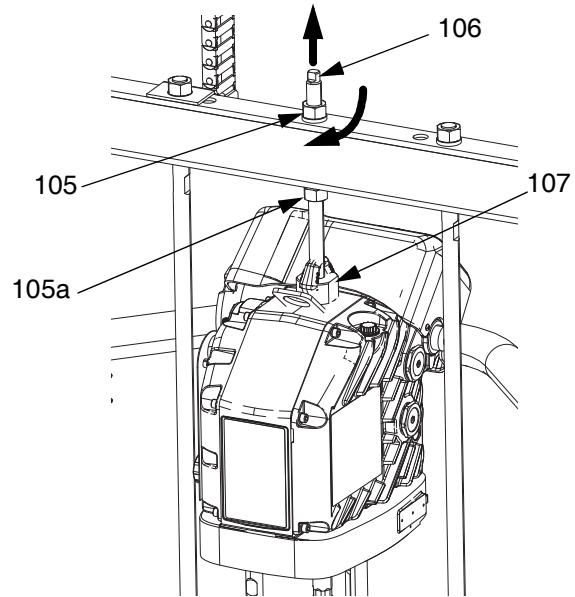

图 36
1. 将活塞泵 (AC) 插在压盘 (AD) 上。按照第 45 页的连接压盘步骤操作。
3. 连接驱动器 (AB):
- a. 用扳手转动柱塞横杠顶部的螺母 (105)，将驱动器 (AB) 降到活塞泵 (AC) 上。参见图 36 (第 46 页)。提起螺母 (105)，将其拧在柱塞横杠下面。在横杠下面，用最大 25 英尺-磅 (34 牛·米) 的扭力拧紧螺母 (105)。